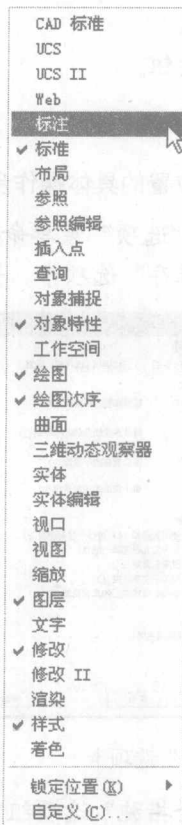

图 1-3 打开工具栏
(1) 固定工具栏：绘图窗口的四周边界是工具栏的固定位置，此位置上的工具栏不显示名称，在工具栏的最左端显示出一个句柄。
(2) 浮动工具栏：拖动固定工具栏的句柄到绘图窗口内，工具栏转变为浮动状态，此时显示出该工具栏的名称，拖动工具栏的左、右、下边框可以改变工具栏的形状。
(3) 打开工具栏：将光标放在任一工具栏的非标题区，右击，系统会自动打开单独的工具栏标签，如图 1-3 所示。单击某一个未在界面中显示的工具栏名称，系统将自动在界面中打开该工具栏。